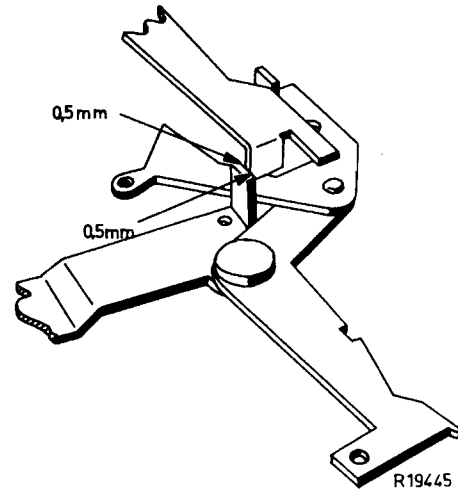

Fig. 8b
2. Wanneer de startknop in stand "STOP" staat en de p.u.-arm naar buiten is gegaan, moet, wanneer de p.u.-arm weer naar binnen gaat, de omgezette lip van de hefplaat 137, minstens 0,5 mm van de rand aanslaan tegen de omgezette lip van de schakelplaat 101 (zie fig. 8b).